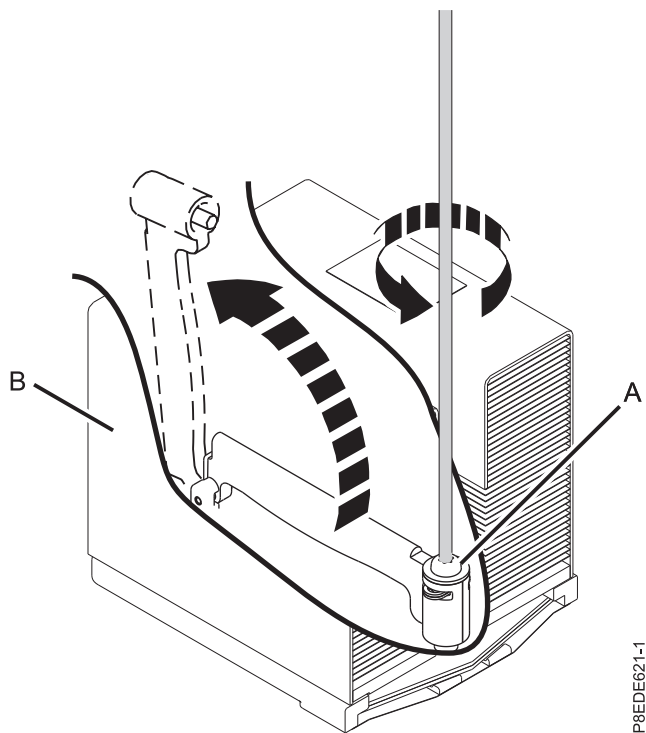

Figura 5. Soltando o Parafuso do Braço de Carregamento do Dissipador de Calor
6. Solte o parafuso do braço de carregamento (A) do dissipador de calor do processador do sistema (B) que estiver sendo removido com a parafusadeira Torx T-handle T20 fornecida (número de peça 00LR425). O braço de carregamento é colocado sobre o eixo na direção mostrada no Figura 5 na página 8.